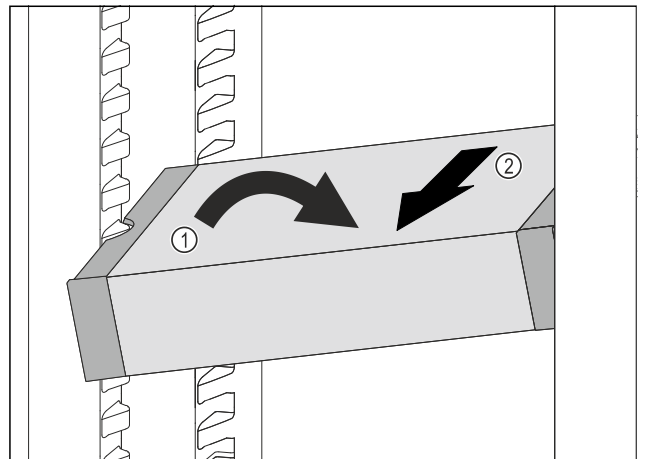

Fig. 96
- ▶ Встановити VarioSafe під кутом в охолоджувальному відділенні. Fig. 96 (1)
- ▶ Витягнути VarioSafe вперед. Fig. 96 (2)